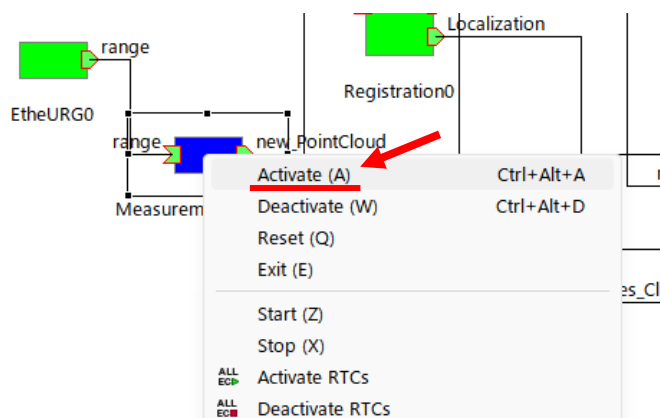

図 52 "MeasurementSystem0"の[Active]
- ③ 図 52 のように MeasurementSystem RTC を再度[Activate]することで LiDAR による 2 回目の計測が開始される。この様に②と③を繰り返すことで何度も計測することができる。また、MeasurementSystem RTC と PointCloud_Viewer RTC の RTC において[ALL Activate Systems]することで、各処理が新たに実行される。この時、PointCloud_Viewer RTC の Viewer ウィンドウを閉じている必要がある。Viewer ウィンドウを閉じていないと新しい点群データを PointCloud_Viewer が受け取られないため、新しい点群データを Viewer ウィンドウに正しく表示できない。